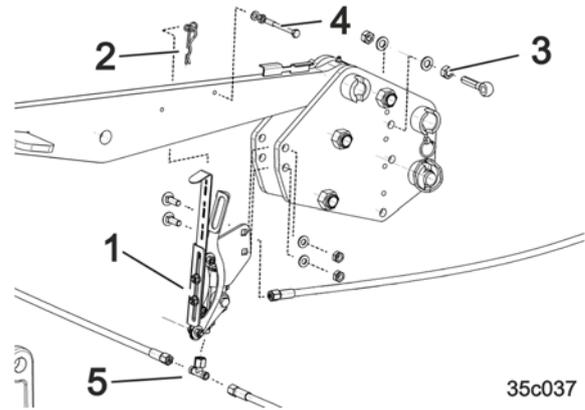

Fig. 83
6. Den Hydraulikschlauch am montierten T-Anschlussstück (Fig. 83/5) trennen.
7. Den vormontierten Ventilhalter (Fig. 83/1) anschrauben.
8. Die Hydraulikschläuche mit dem neuen T-Anschlussstück am Ventil (Fig. 83/5) verbinden.
9. Das weiße Zugseil mit der Seilöse am Fanghaken befestigen (Fig. 83/2).
10. Die Augenschraube als Seilführung montieren (Fig. 83/3).
11. Die Betätigungsschraube an den Oberlenker montieren (Fig. 83/4).